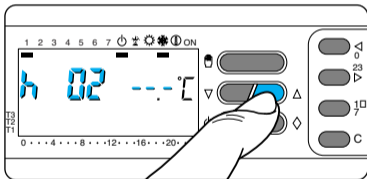

Fig. 70
**13.6** - Premere il pulsante  $\nabla$  oppure  $\Delta$  sino a raggiungere il numero di ore desiderato da 1 a 99 (fig. 70).